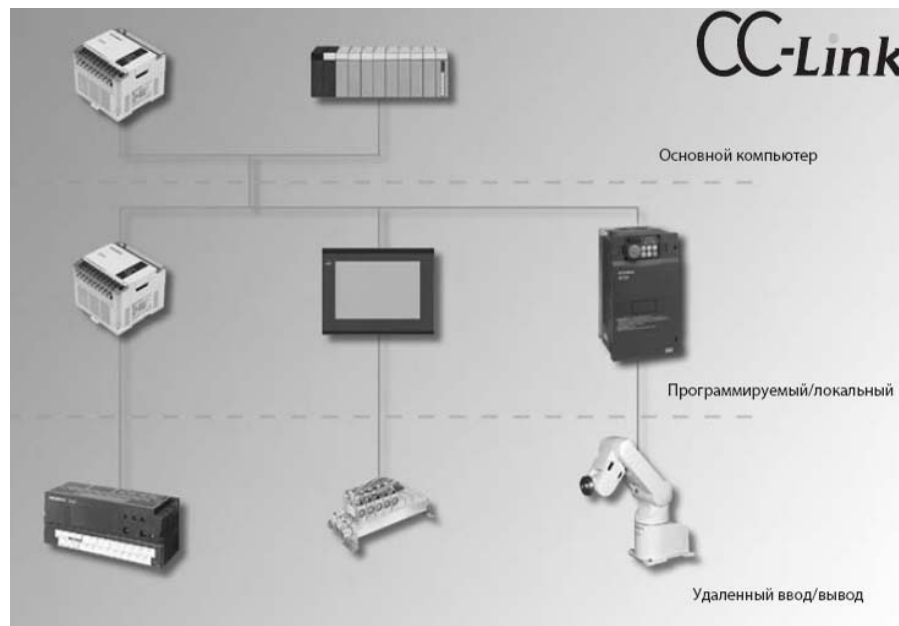

Рисунок 3 – Топология сети CC-Link
- **Мастер станция** начиная с X/Y1000 (начальный адрес удаленных устройств; рисунок 3, пункт Remote Input/Output).
- **Мастер станция** – регистр чтения – начиная с W0 (начальный адрес удаленных регистров; рисунок 3, пункт Remote Register(RWr)), регистр записи – начиная с W200 (начальный адрес удаленных регистров; рисунок 3, пункт Remote Register(RWw)).